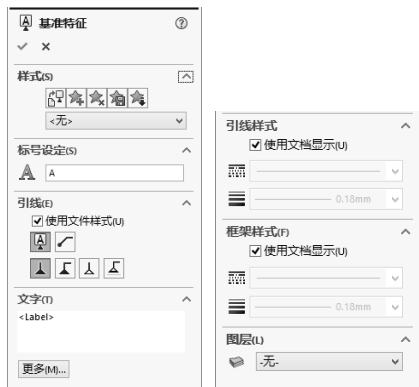

图 6-49 “基准特征”属性对话框
- 2) 在“基准特征”属性管理器（见图 6-49）中设置属性。